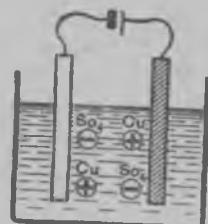

Рис. 50.
5. Озуттуа стрелкойл, күй маткатах ионат вакси купоросан растворас (рис. 50) пиäстахуб сийд лаби токан.